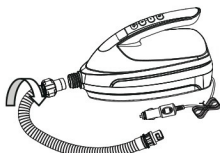

Abbildung 1
- Connect the end with Flexible conduit adaptor of the hose with the air pump inflation inlet (1), and twist clockwise to tighten it, as Figure 1.
(Figure 1)
- Verbinden Sie das Ende mit dem flexiblen Rohradapter des Schlauchs mit dem Luftpumpen-Einlass (1) und drehen Sie ihn im Uhrzeigersinn, um ihn festzuziehen (siehe Abbildung 1).